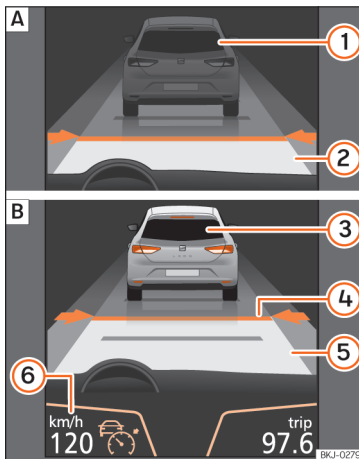
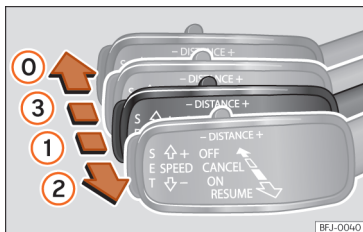
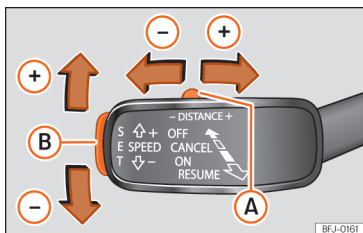

Abb. 274 Am Bildschirm des Kombi-Instruments: **A** ACC inaktiv (Standby). **B** ACC aktiv.
Abb. 276 Links an der Lenksäule: dritter Hebel für die Bedienung der ACC.
Abb. 277 Links an der Lenksäule: dritter Hebel für die Bedienung der ACC.
Bildschirmanzeigen » **Abb. 274:**
Wenn die ACC eingeschaltet ist, schaltet sich auf der Schalttafel die grüne Kontrollleuchte ein (☺) und auf dem Bildschirm werden die programmierte Geschwindigkeit und der Zustand der ACC angezeigt » **Abb. 274**.
- Um die ACC zu aktivieren, bewegen Sie den Hebel in die Position **ON** » **Abb. 276 (1)**. Zu
- Drücken Sie anschließend die Taste **SET** » **Abb. 277 (B)** oder bewegen Sie den Hebel in die Position **RESUME** » **Abb. 276 (2)**. In diesem Moment wird die ACC aktiviert und die aktuelle Geschwindigkeit und der Abstand werden programmiert. Die Anzeige am Kombi-Instrument wechselt in den Modus Aktiv » **Abb. 274 (B)**.
- Zur Programmierung der Geschwindigkeit schieben Sie den dritten Hebel nach oben (+) oder nach unten (-) bis zur gewünschten Geschwindigkeit » **Abb. 274 (6)**. Die Einstellung der Geschwindigkeit erfolgt in Schritten von 10 km/h (6 mph).
- Falls Sie die Geschwindigkeit in Schritten von 1 km/h (0,6 mph) erhöhen möchten, bewegen Sie den Hebel in die Position **RESUME** » **Abb. 276 (2)** bzw. drücken Sie zur Reduzierung die Taste **SET** » **Abb. 277 (B)**.
- Um das Abstands-niveau zu erhöhen oder zu reduzieren, bewegen Sie die Taste **A** nach rechts oder links »» **Abb. 277**.
Am Bildschirm des Kombi-Instruments wird das ausgewählte Abstands-niveau geändert »» **Abb. 274** **A**. Sie können aus 5 verschiedenen Abstands-niveaus auswählen. SEAT empfiehlt das Niveau 3. Der programmierte Abstand kann während der Fahrt oder bei Fahrzeughalt stillstand geändert werden »» **A**.
- Um die ACC zu deaktivieren, bewegen Sie den Hebel in die Position **OFF** (fest) »» **Abb. 276** **C**. In diesem Moment erscheint der Text **ACC deaktiviert** und die Funktion ist vollständig deaktiviert.